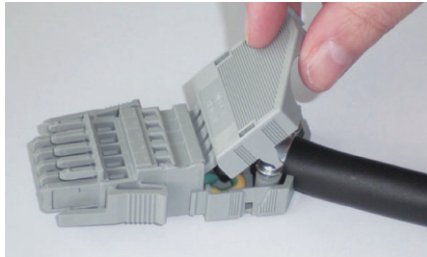

Fig. 74 : fermeture du boîtier de décharge de traction
- Fermer le boîtier de décharge de traction en pressant de haut en bas la partie supérieure contre la partie inférieure du boîtier (fig. 74).